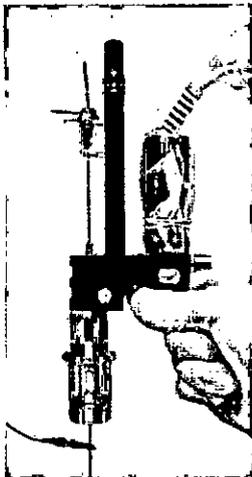

Figura 40
10. Establezca las conexiones eléctricas y haga avanzar el posicionador. Utilice el control remoto si hay un motor; de otra forma, gire el mando. (Ver Figura 40)